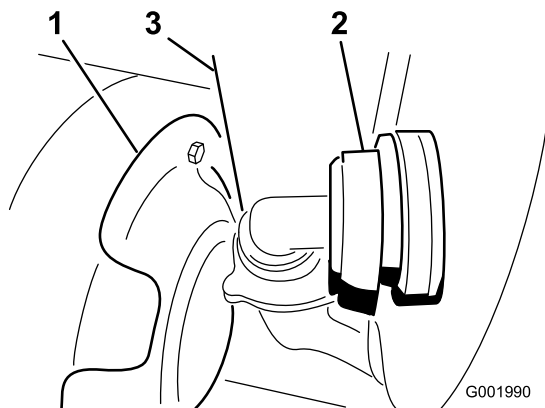

Figura 58
3. Desconecte la manguera situada en la cara delantera inferior del depósito (Figura 58).
Nota: Es posible que usted tenga que empujar hacia atrás el protector térmico (Figura 58) mientras retira la cubierta.
7. Conecte la manguera a la parte delantera del depósito (Figura 58).